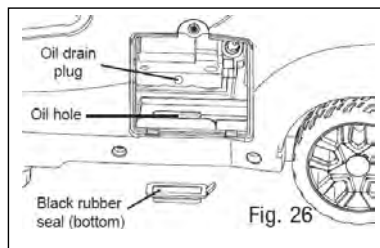

Fig. 26
4. Poziționați-vă astfel încât să ajungeți sub generator și scoateți garnitura neagră de cauciuc („Black rubber seal” în Fig. 26) situată sub dopul pentru golirea uleiului („Oil drain plug” în Fig. 26). Fig. 26: „Oil hole” = „Orificiu ulei”